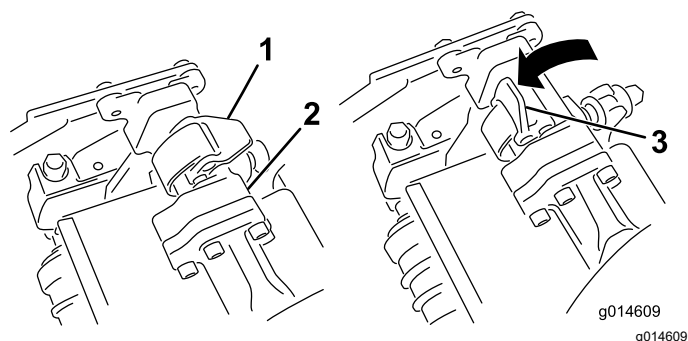

図 52
4. ラッチを下げて閉じるとカッティングユニットのバーがロックされてユニットがアームにセットされる図 52。
4. 取り外したいカッティングユニットのサスペンションアームのバーについているラッチを開く(図 52)。